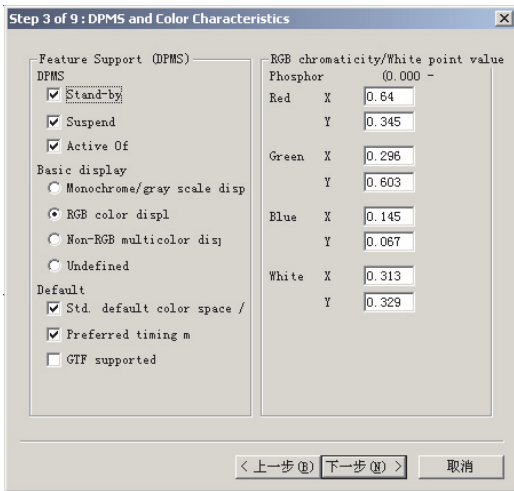

Fig. 29
2. Click Next , bring up Fig. 29.